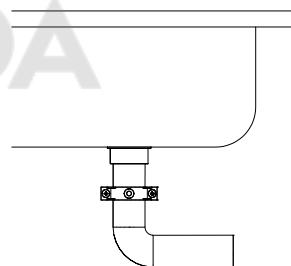

Рис.6
2. Место установки – на вертикальной части трубы до первого изгиба сифона. Рис.6